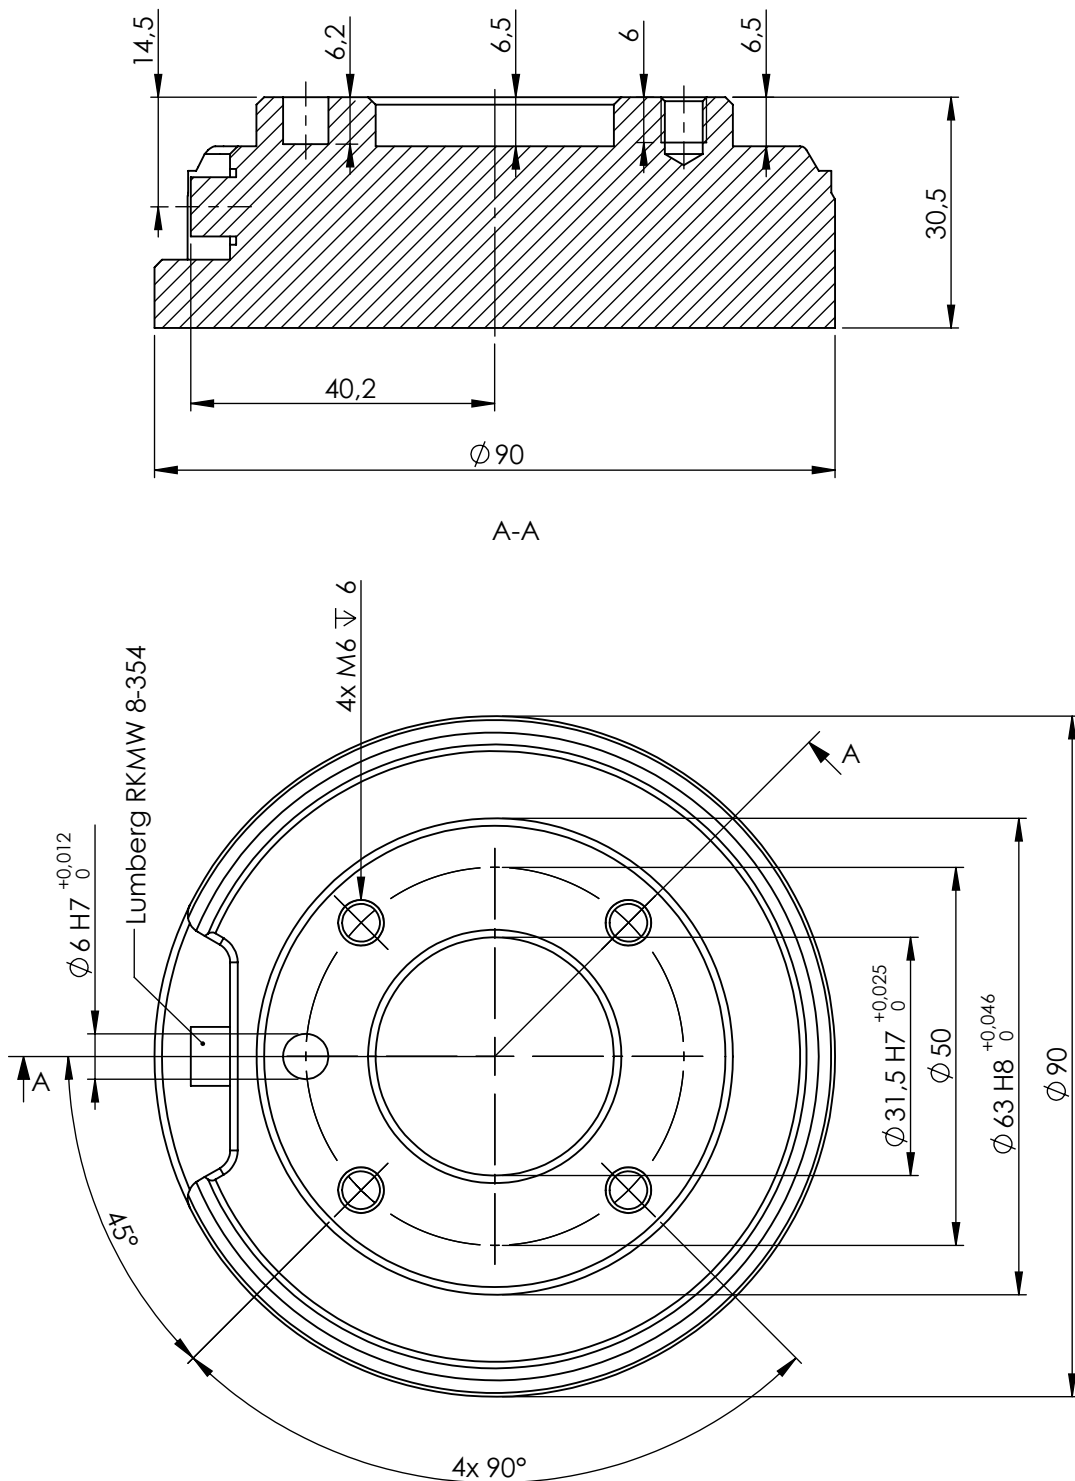

图 4.2: 工具输出法兰 (符合 ISO 9409-1-50-4-M6 标准)。此处显示的是机器人顶端的工具安装位置。所有测量值均以 mm 为单位。
**工具** 机器人工具法兰有四个 M6 螺纹孔，可用于将工具连接到机器人。这些孔需要以 9 Nm 的力紧固。如果需要非常准确地调整工具位置，还可以钻 Ø6 孔，用销加以固定。图 4.2显示了钻孔位置和螺丝安装位置。